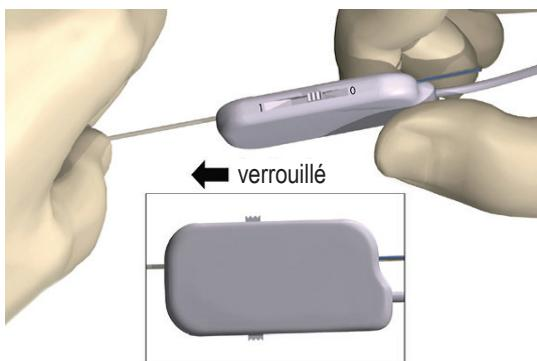

Figure 10 : Fixation de la sonde DBS dans le connecteur du câble de salle d'opération 1x8
7. Poussez l'extrémité de la sonde DBS dans le port jusqu'à son arrêt. Tenez la sonde DBS en place tout en glissant le levier de verrouillage en position (1) verrouillée (Figure 10).